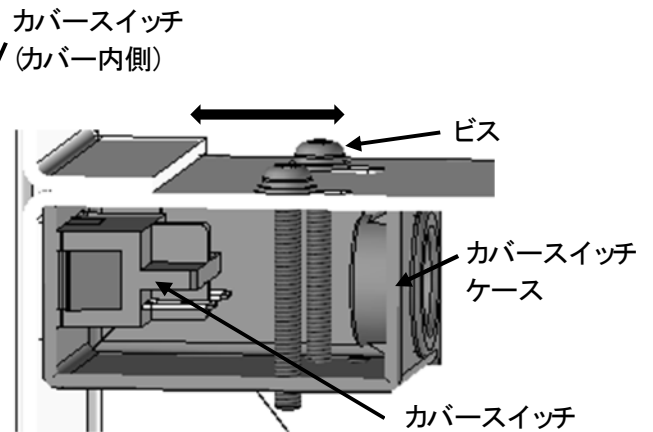

Figure 7-53
- 対処 : ① カバーを全て閉じてください。
② カバースイッチ位置調整 (Figure 7-53)